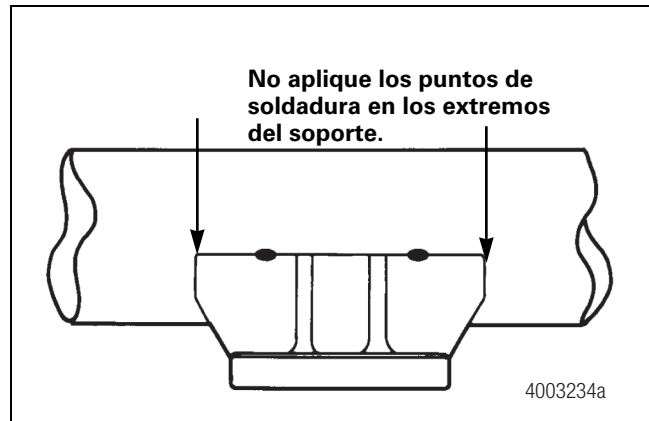

Figura 7.7
- No ubique las soldaduras de punto en los extremos del soporte. Preferiblemente, ubíquelas hacia el centro de los soportes. Figura 7.7.